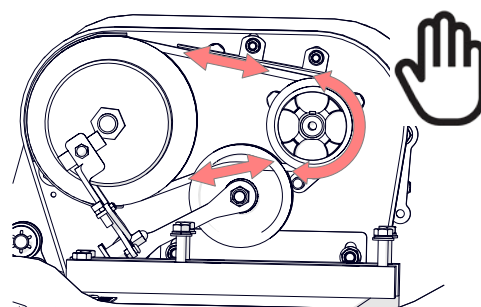
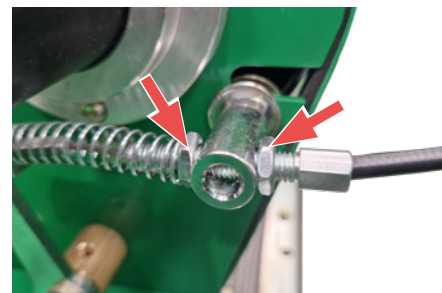

Fig. 17I - Comprobar que la tensión es correcta moviendo la polea con la mano
Fig. 17J - Ajustar la tensión regulando las tuercas como corresponda
11. Accione la palanca de marcha. Asegúrese de que, al hacer girar (manualmente) el eje de salida, la correa se mueva y haga girar la polea del eje de transmisión (Fig. 17I). Ajuste la tensión del cable y el brazo para conseguirlo (Fig. 17J). El ajuste de la tensión también modificará el punto de acoplamiento de la palanca de transmisión y la polea, lo que provocará una aceleración más rápida o más lenta; ajústelo según sus preferencias.